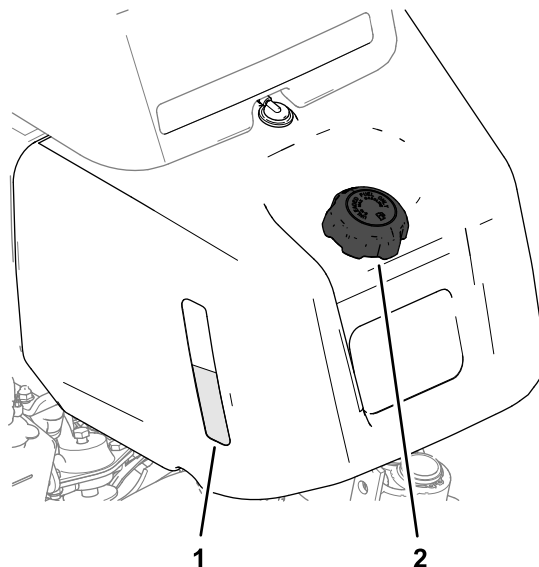
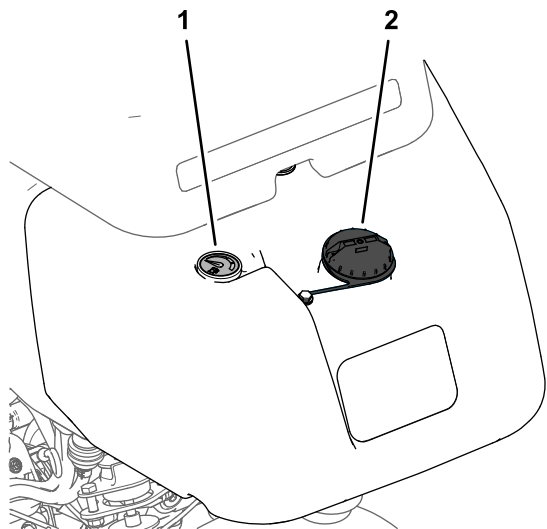

Figura 23
Figura 24
1. Pulite attorno al tappo del serbatoio del carburante e rimuovete il tappo (Figura 23 o Figura 24).